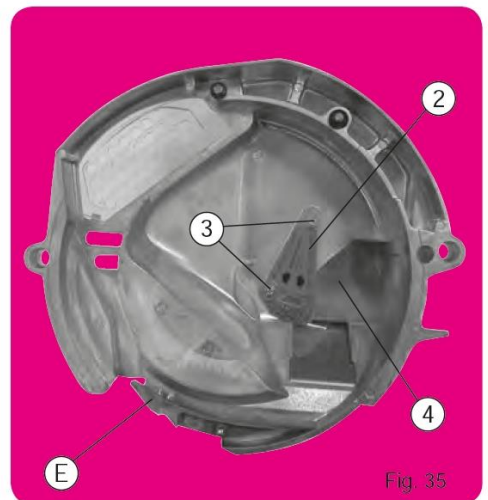

Fig. 35
2. **POZYCJA NISKA (fig. 35) DLA DROBNOZIARNISTYCH**, takich jak słonecznik, burak, sorgo...